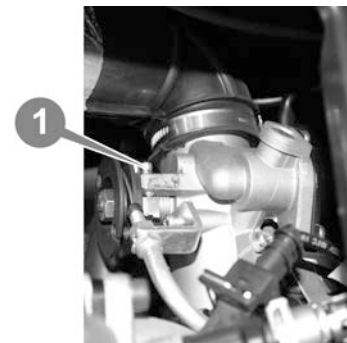

Рисунок 5.6.
При необходимости, отрегулировать обороты холостого хода можно вращением винта регулировки холостого хода (1) (см. рис. 5.6.), который регулирует положение дроссельной заслонки моноинжектора. Для регулировки оборотов холостого хода необходимо завести и прогреть двигатель. Затем вращением винта в ту или иную сторону добиться минимально возможных устойчивых оборотов коленвала двигателя.